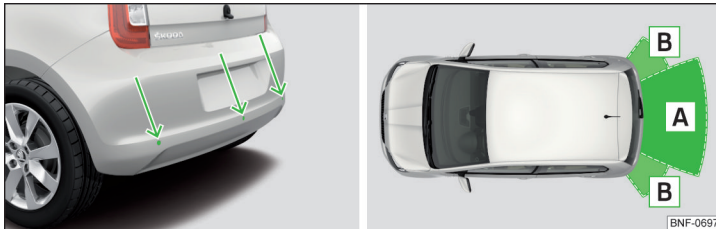

Abb. 128 Verbaort der Sensoren / Reichweite der Sensoren
- Die Systemsensoren » Abb. 128 auf Seite 105 sauber, schnee- sowie eisfrei halten und mit keinerlei Gegenständen abdecken, anderenfalls kann die Systemfunktion eingeschränkt sein.
Das System berechnet mithilfe von Ultraschallwellen den Abstand zwischen dem Stoßfänger und einem Hindernis. Die Ultraschallsensoren befinden sich im hinteren Stoßfänger » Abb. 128.
Ungefähre Reichweite der Sensoren » Abb. 128